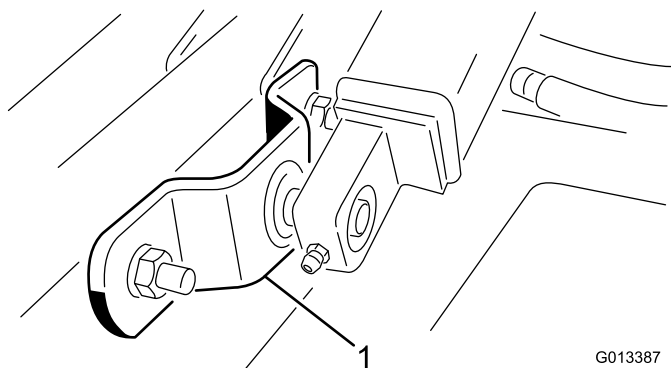

Figura 8
9. Rimuovete i bulloni, le rondelle e i dadi di bloccaggio che fissano ogni supporto dei bracci di sollevamento ai tubi dei bracci orientabili dell'apparato di taglio (Figura 8).